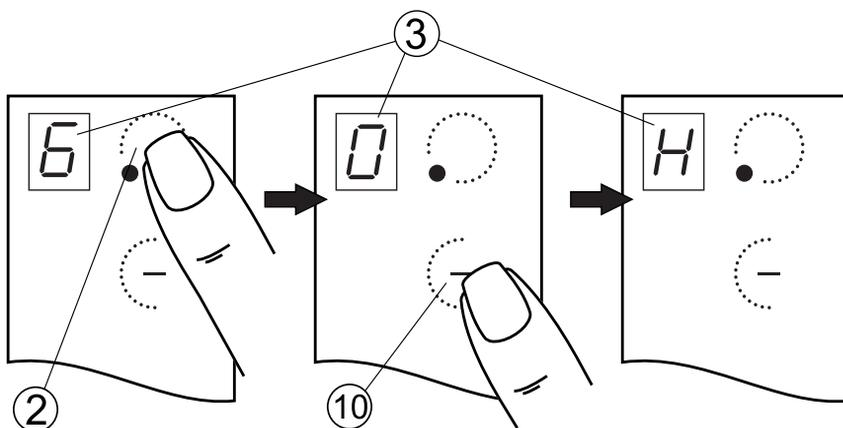

Рис.15
1. Работавшую конфорку перевести касанием зоны ② в режим управления (рис. 15).